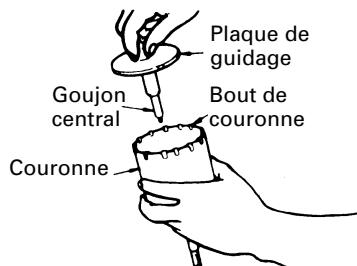

Fig. 16
(3) Introduire la guijon central dans la plaque de guidage jusqu'à ce qu'il arrête.
- (4) Engager la plaque de guidage dans la couronne et tourner la plaque de guidage à gauche ou à droite de manière à ce qu'elle à ce qu'elle ne puisse pas tomber, même si elle orientée vers le bas. (Fig. 16)